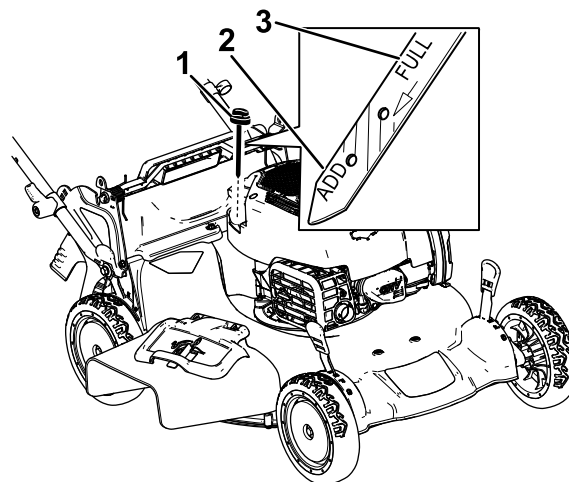

Figura 26
- Remova a vareta girando a tampa no sentido anti-horário e puxando-a para fora (Figura 26).
10. Leia o nível de óleo na vareta de nível (Figura 26).